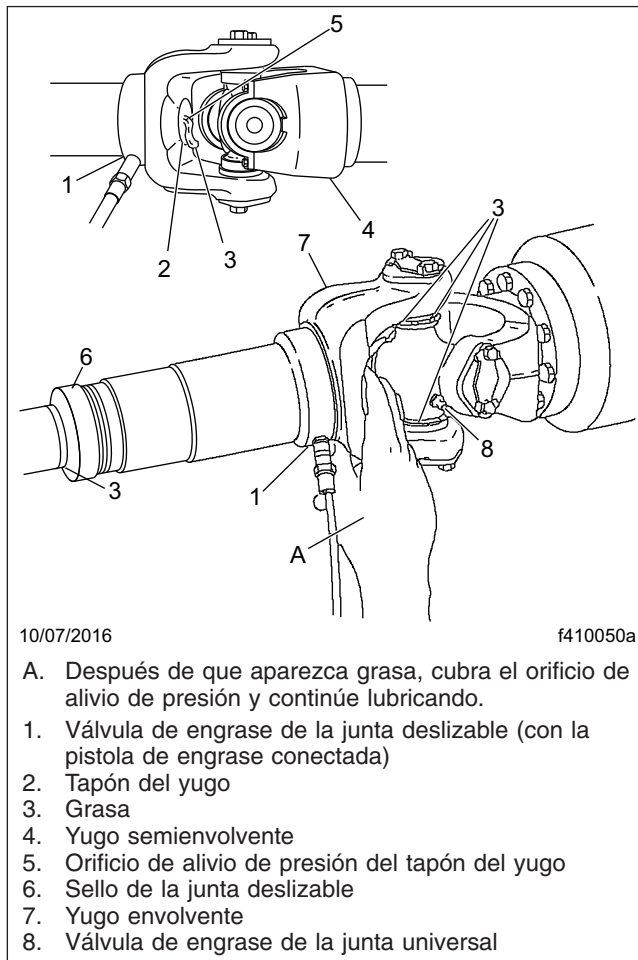

Figura 6, Lubricación de la junta deslizante y la junta universal
9. En el caso de los eje cardanes con juntas deslizables, asegúrese de que el tapón del yugo no esté flojo o falte: vea la **Figura 6**, Ref. 2. Repare o reemplace el tapón del yugo según sea necesario. Si falta el tapón del yugo, es posible que el eje estriado haya golpeado el tapón y lo haya desprendido; póngase en contacto con la oficina de servicio de su zona (Regional Service Office) para que le ayuden a determinar la longitud correcta del eje cardán.
2. Limpie toda la grasa vieja y la suciedad de cada válvula de engrase de la junta universal: vea la **Figura 6**, ítem 8.
1. Si la junta deslizante está equipada con una válvula de engrase, limpie la grasa vieja y la suciedad de ésta: vea la **Figura 6**, ítem 1.
mientras continúa aplicando grasa a presión con la pistola de engrase, hasta que aparezca grasa nueva por el sello de la junta deslizable: vea la **Figura 6**. Esto asegura la completa lubricación de las estrías.